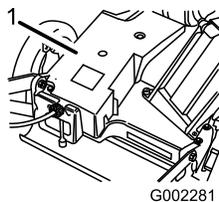

Figure 38
2. Enlevez les boulons qui fixent le carter de courroie (Figure 38) à la tondeuse.